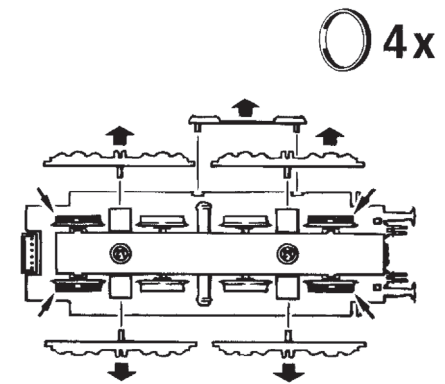

Fig. 12
Schleiferwechsel: siehe Fig. 12
A.C. pick up: see fig. 12
voir fig. 12